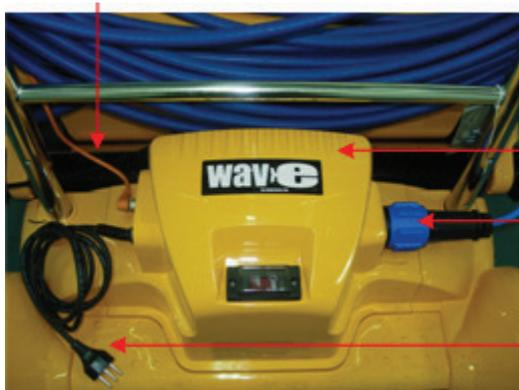

Figura 1: O Dolphin Wave
Consulte a Figura 1.
2. Coloque o robô Dolphin Wave no gabinete em frente da fonte de alimentação conforme mostra a Figura 1.